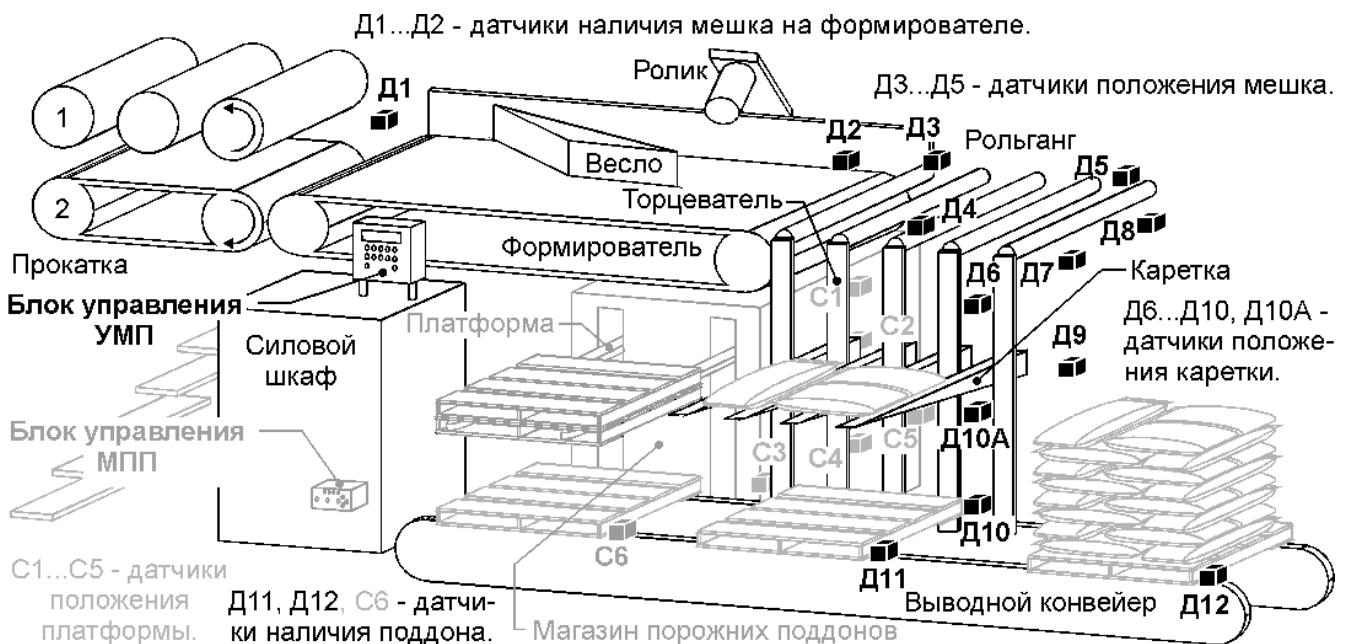

Рис. 1. Пакетоформирующая машина.
Работу пакетоформирующей машины поясняет рис. 1. Датчики и механизмы, подключаемые к **блоку управления УМП**, выделены чёрным цветом.
1) электропитание и приём электрических сигналов с датчиков наличия мешка (2 шт.), датчиков положения мешка (3 шт.), датчиков положения каретки (5 шт., датчики Д10 и Д10А на рис. 1 соединены параллельно) и датчиков наличия поддона (2 шт.). Номинальное напряжение питания, подаваемое блоком на датчики составляет 12 ± 1 В при суммарном токе потребления всех датчиков до 100 мА, номинальное выходное напряжение датчика при срабатывании должно составлять 12 ± 1 В, при отпускании – от 0 до 2 В. Рекомендуемый тип датчиков – КВД-25.